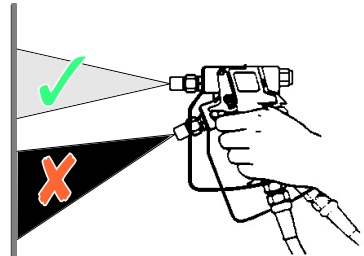

FIG. 10 – Angle de pulvérisation
- ▶ Placez le pistolet pulvérisateur à angle droit (90°) par rapport à la surface à revêtir. Si le pistolet pulvérisateur présente un angle différent, le revêtement ne sera pas homogène et il y aura des traces (voir Fig. 10).